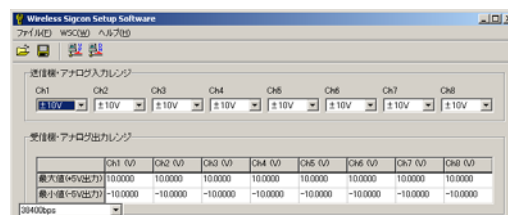

図 31. WSC セットアップ・ソフトウェアの画面
- ① 受信機本体の電源を投入し、USB ケーブルでパソコンに接続します。受信機の電源投入後、USB インターフェイスを介してパソコンに認識されるまで数十秒の時間が必要です。
- ② パソコンにインストールした WSC セットアップ・ソフトウェア『WSC_Setup.EXE』を起動します。
- ③ 図 31 のような画面が表示されます。画面上段で送信機に入力するアナログ信号のレンジを選択してください。
- ④ 画面下段の表で、受信機から出力するアナログ電圧のレンジを設定します。最大値桁に受信機が最大電圧(+10V)を出力する際の入力電圧値または温度を入力します。最小値桁に受信機が最小電圧(-10V)を出力する際の入力電圧値または温度を入力します。
- ⑤ 設定が完了したら、ツールバーの『ダウンロード』ボタン(右端)をクリックしてください。設定された内容を受信機本体にダウンロードします。